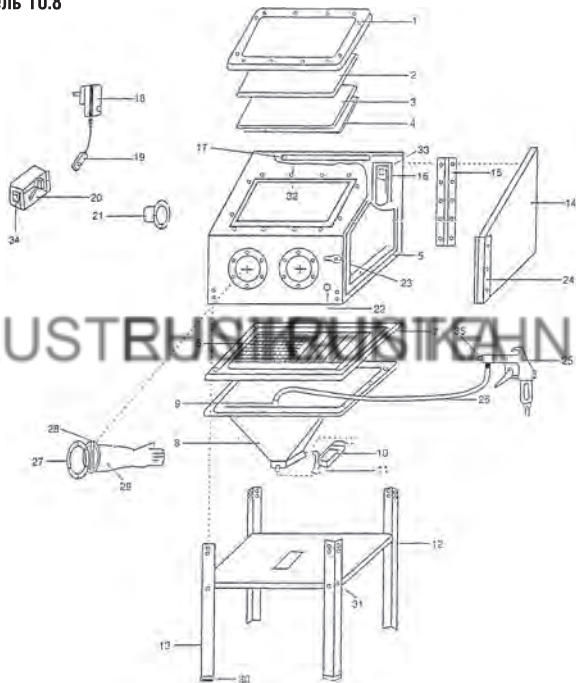

Рисунок 2 - Сборочный чертеж мод. 10.8
**Сборка 10.8** производится согласно чертежу рис. 2: